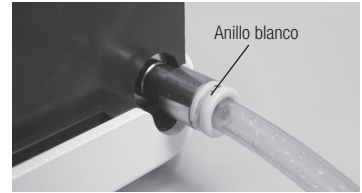

Fig.7
- Al pulsar el anillo blanco, (El anillo de liberación rápida del conector) en el conector de agua del grifo, retire con cuidado el tubo. (Fig. 7)